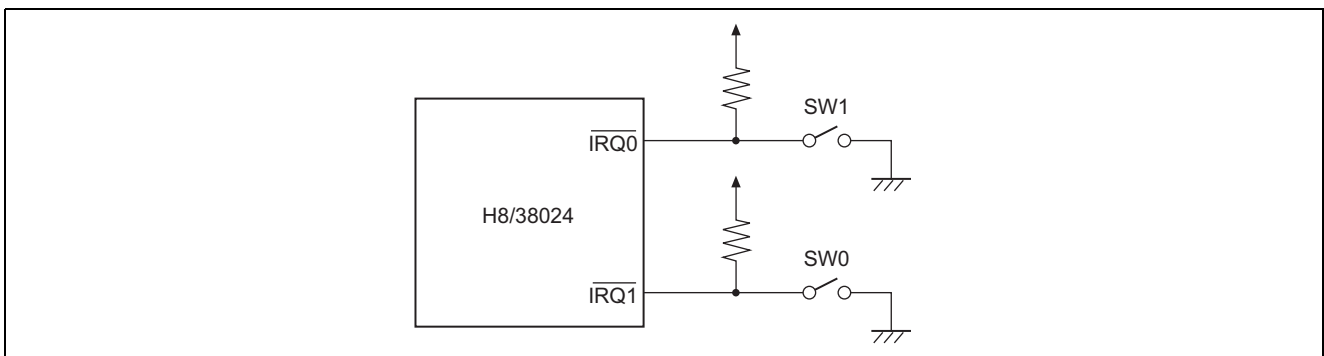

図 1 サブアクティブモードへの遷移におけるスイッチ接続例
- (1) サブアクティブモードへの遷移を行いません。
- (2) アクティブ(高速)モードで、SLEEP 命令を実行することによりウォッチモードに遷移します。
- (3) ウォッチモードで、IRQ0 端子に接続したスイッチ 0(SW0)がオンになると IRQ0 割込みが発生し、ウォッチモードは解除され、サブアクティブモードに遷移します。
- (4) サブアクティブモードでは、0.5sec ごとにタイマ A 割込み要求が発生し、タイマ A 割込み処理の中で LED の制御を行いません。LED は 0.5sec ごとに点灯、消灯を繰り返します。
- (5) サブアクティブモードで、IRQ1 端子に接続したスイッチ 1(SW1)がオンになると IRQ1 割込みが発生し、IRQ1 割込み終了後に、SLEEP 命令を実行しアクティブ(高速)モードに直接遷移します。
- (6) LED はポート 9 の P92 出力端子に接続されているものとします。
- (7) P92 は、大電流ポートです。
- (8) 図 1 に IRQ1, IRQ0 端子に接続するスイッチ 1, スwitch 0 の接続例を示します。